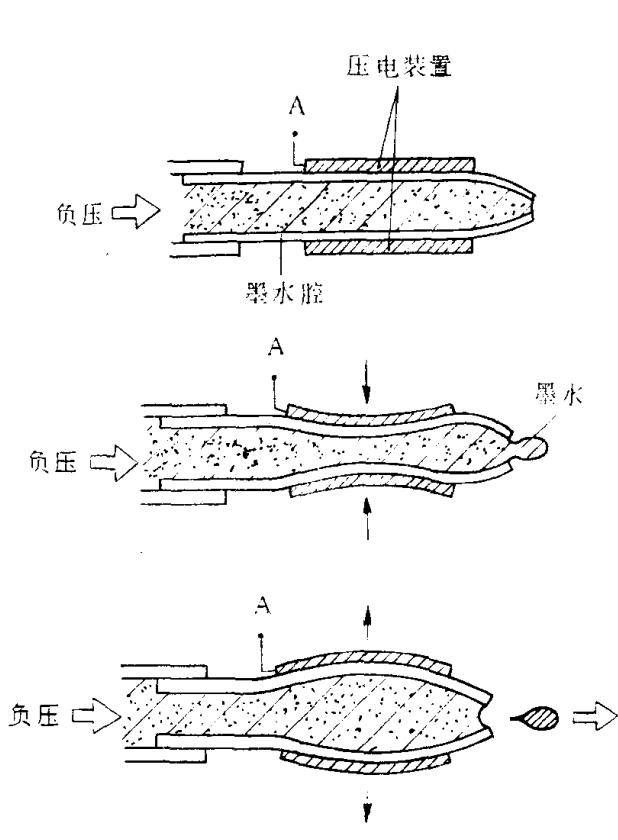

图 1-9 压电式喷墨过程
(1) 压电式喷墨 图 1-9 示出了该种方式打印机的结构和工作原理。图中喷头内装有墨水，在喷头的上、下两侧各有一块压电晶体，压电晶体受打印信号的控制，产生变形，挤压喷头中的墨水，从而控制墨水的喷射。用这种方式工作的打印机体积小，重量轻，噪声低，易于实现彩色打印。